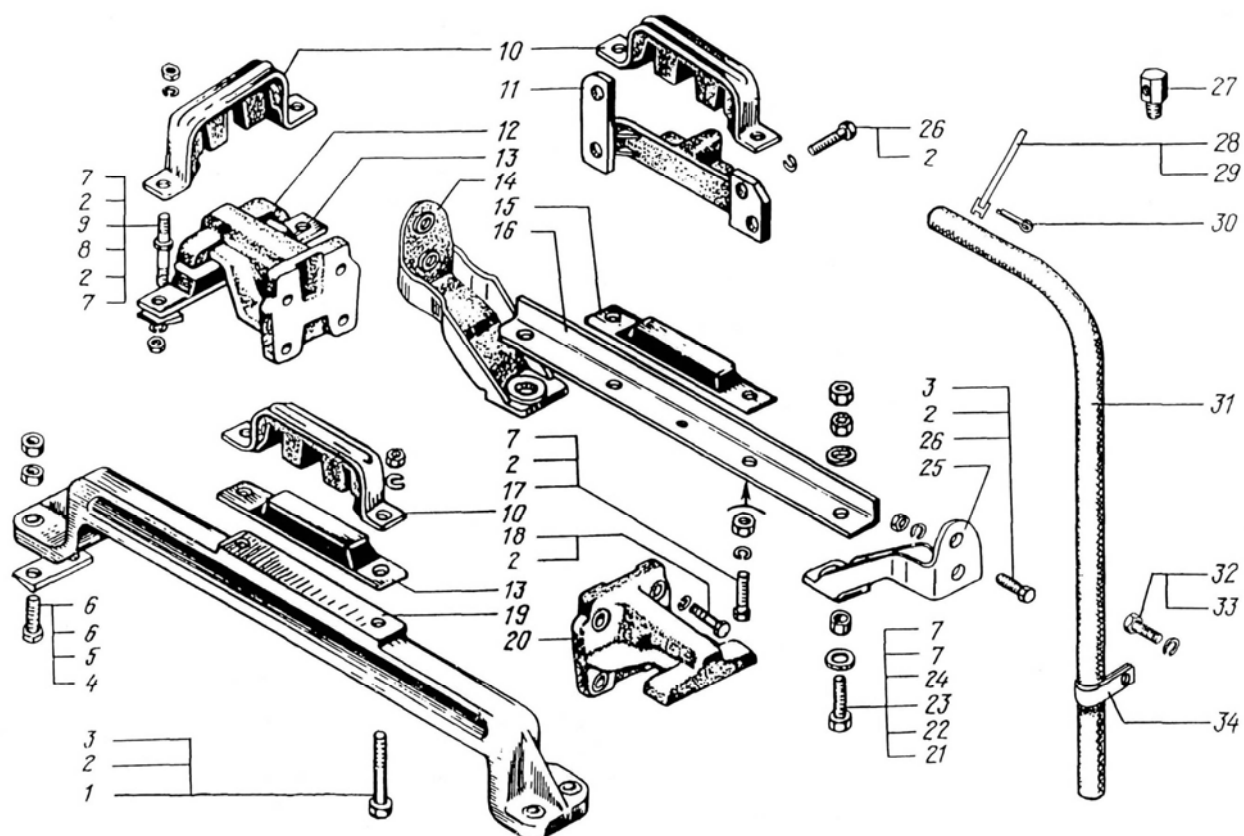

Рис.7. Крепление силового агрегата\*:
1. Надеть на шпильки 9 (рис.7) крепления средних опор силового агрегата подушки. Совместить отверстия крепления подушек передней и задней опор с отверстиями в балках опор, временно вставить в отверстия болты крепления головками вверх. Подушки и скобы не должны иметь разрывов, трещин.
6. Снять последовательно скобу 10 (см. рис.7), подушку 15, балку 16 задней опоры двигателя, регулировочные шайбы 22 и распорную втулку 23.
8. Установить подушку 15 (см. рис.7), скобу 10 и балку 16 задней опоры, не закрепляя балку на кронштейнах 14 и 25. Отрегулировать положение задней опоры (см. подраздел «Снятие и установка силового агрегата»).